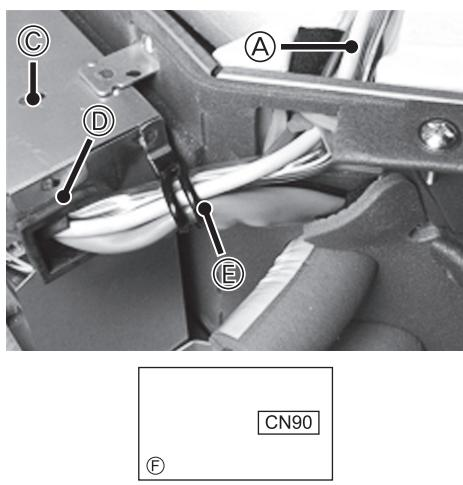

Fig. 4-3
- Disporre il cavo di giunzione wireless attraverso la BOCCOLA della scatola dei componenti elettrici, quindi collegare il cavo a CN90 sulla scheda del controllore interno. (Fig. 4-3)
(4) Fissare i cavi e i fili con il morsetto.